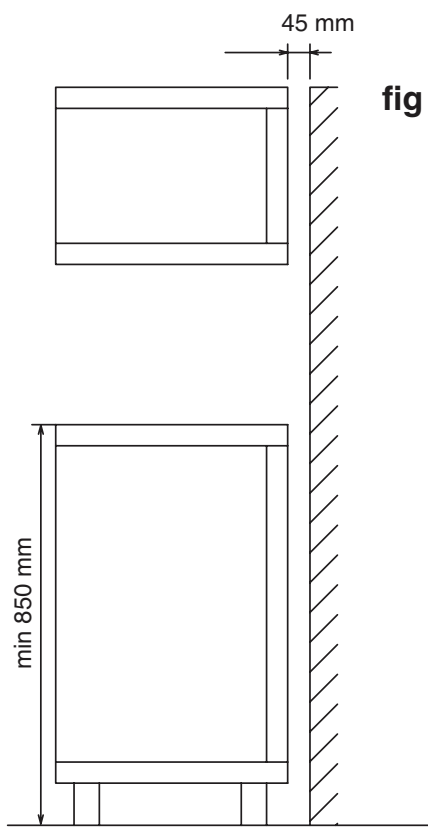

fig 1.
1. Il presente Trim kit essere installato in un mobile da incasso. La luce di apertura del mobile da incasso deve presentare le dimensioni interne riportate in figura **fig 1, p 7**.
1. Este marco de empotramiento puede instalarse en un armario. La cavidad del armario debe tener las siguientes dimensiones internas (tal como se ilustra en **fig 1, p 7.**)
1. Deze Inbouwkader kan in een kast geïnstalleerd worden. De kastopening dient aan de binnenzijde de afmetingen te hebben zoals wordt weergegeven in **fig 1, p 7.**
1. Kuchenka wraz z zestawem montażowym może zostać zabudowana w meblościance. Wnęka w meblościance musi mieć wymiary wewnętrzne zgodne z podanymi na (rys. 1, p 7).
1. Tuto vestavbovou sadu lze instalovat do skříně. Otvor skříně musí mít následující vnitřní rozměry, jak je uvedeno v (fig 1, p 7)
1. A tartókeret sütő szekrénybe is beépíthető. A szekrény nyílásának az **(fig 1, p 7)** ábrán látható módon az alábbi belső méretekkel kell rendelkeznie.
1. Acest kit de încadrare poate fi incorporat într-un obiect de mobilier. Spațiul interior al obiectului de mobilier trebuie să aibă următoarele dimensiuni, conform figurii **(fig 1, p 7)**